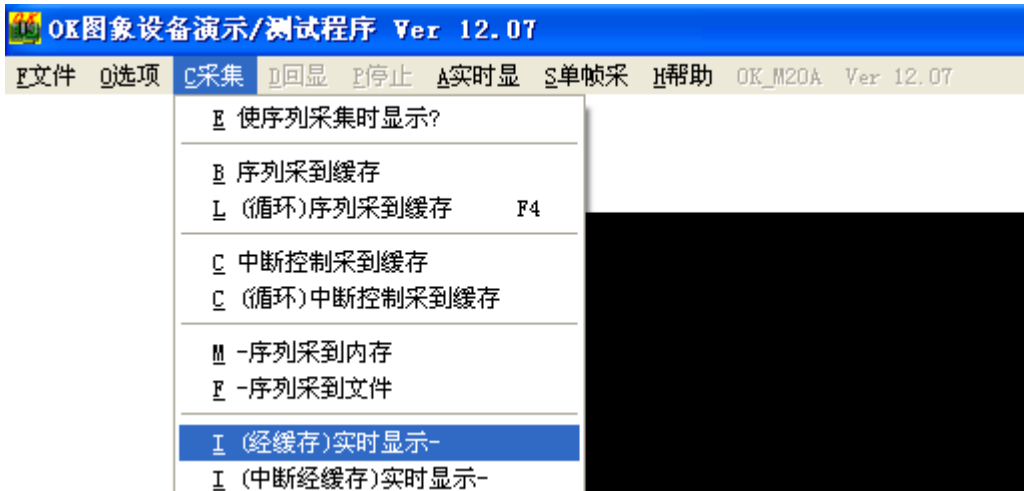

图 10
- 8, 完成以上操作以后, 点击“单帧采”、“实时采”或“采集”菜单下的“(经缓存)实时显示”、“(中断经缓存)实时显示”来测试采集图像功能是否正常, 如图 10 所示。